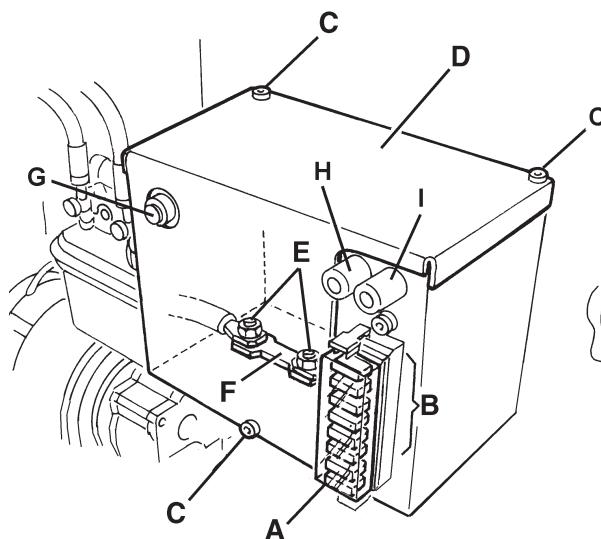

Figure 28
5. Enlever le couvercle (A, Fig. 28) et noter les positions des fusibles indiqués sur l'adhésif correspondant.
6. Contrôler / remplacer le fusible concerné parmi les suivants (B) :
7. Enlever la vis (C, Fig. 28), puis enlever le couvercle (D).
8. Enlever les écrous (E).
9. Contrôler / remplacer le fusible principal F0 (150 A) (F).
- Fusible FA (H, Fig. 28) : Fusible restaurable moteur balai latéral droit
- Fusible FB (I) : Fusible restaurable moteur balai latéral gauche (optionnel)
- Fusible FC (G) : Fusible restaurable moteur balai central